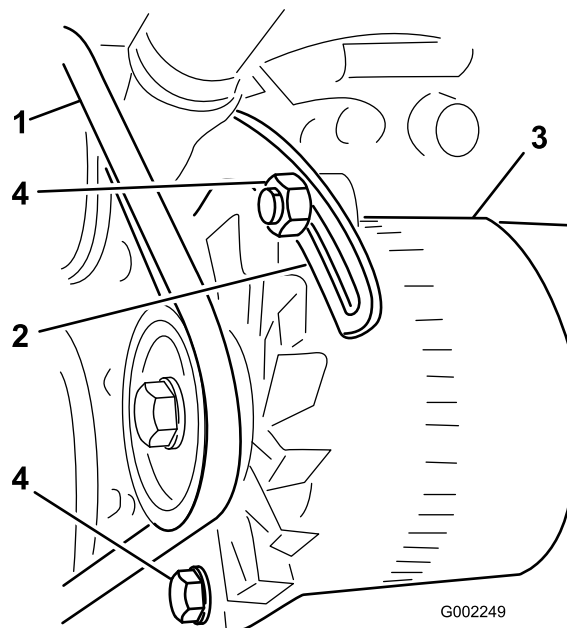

図 57
3. ブレースをエンジンに固定しているボルト、およびオルタネータをブレースに固定しているボルトをゆるめる（図 57）。